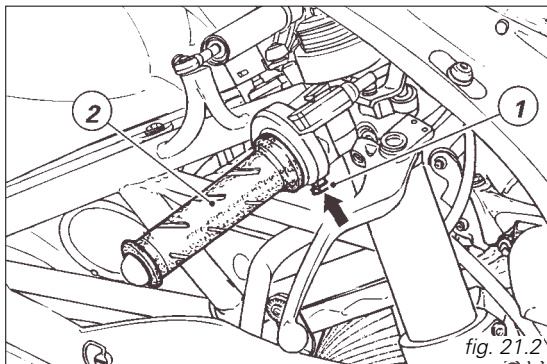

fig. 21.2
2) Desplazar la leva mando starter (1) en la posición (B) (fig.21.2).
4) Desplazar la leva mando starter (1) hacia la posición vertical (A) (fig.21.2).